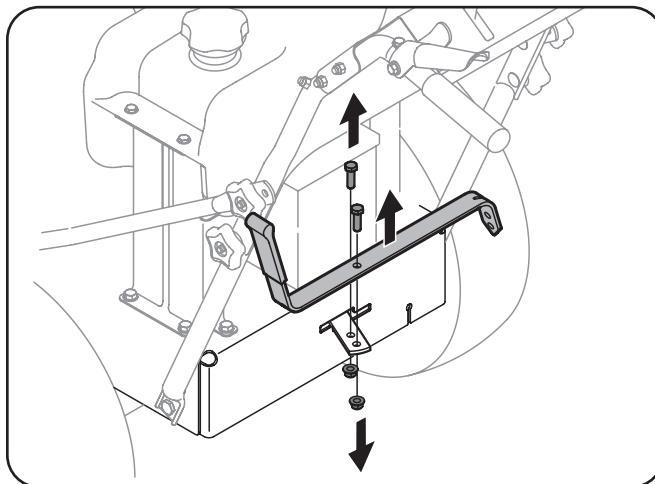

Figura 3-5
4. Ajuste las perillas en estrella superiores e inferiores y los tornillos del carro para asegurar la manija superior a la inferior. Vea Figura 3-5.
1. Extraiga el tornillo y la tuerca de seguridad que sujetan la palanca de cambios a la placa de la palanca de cambios. Vea Figura 3-5.
2. Extraiga el tornillo y la tuerca restantes de la placa de la palanca de cambios inferior. Vea Figura 3-5.